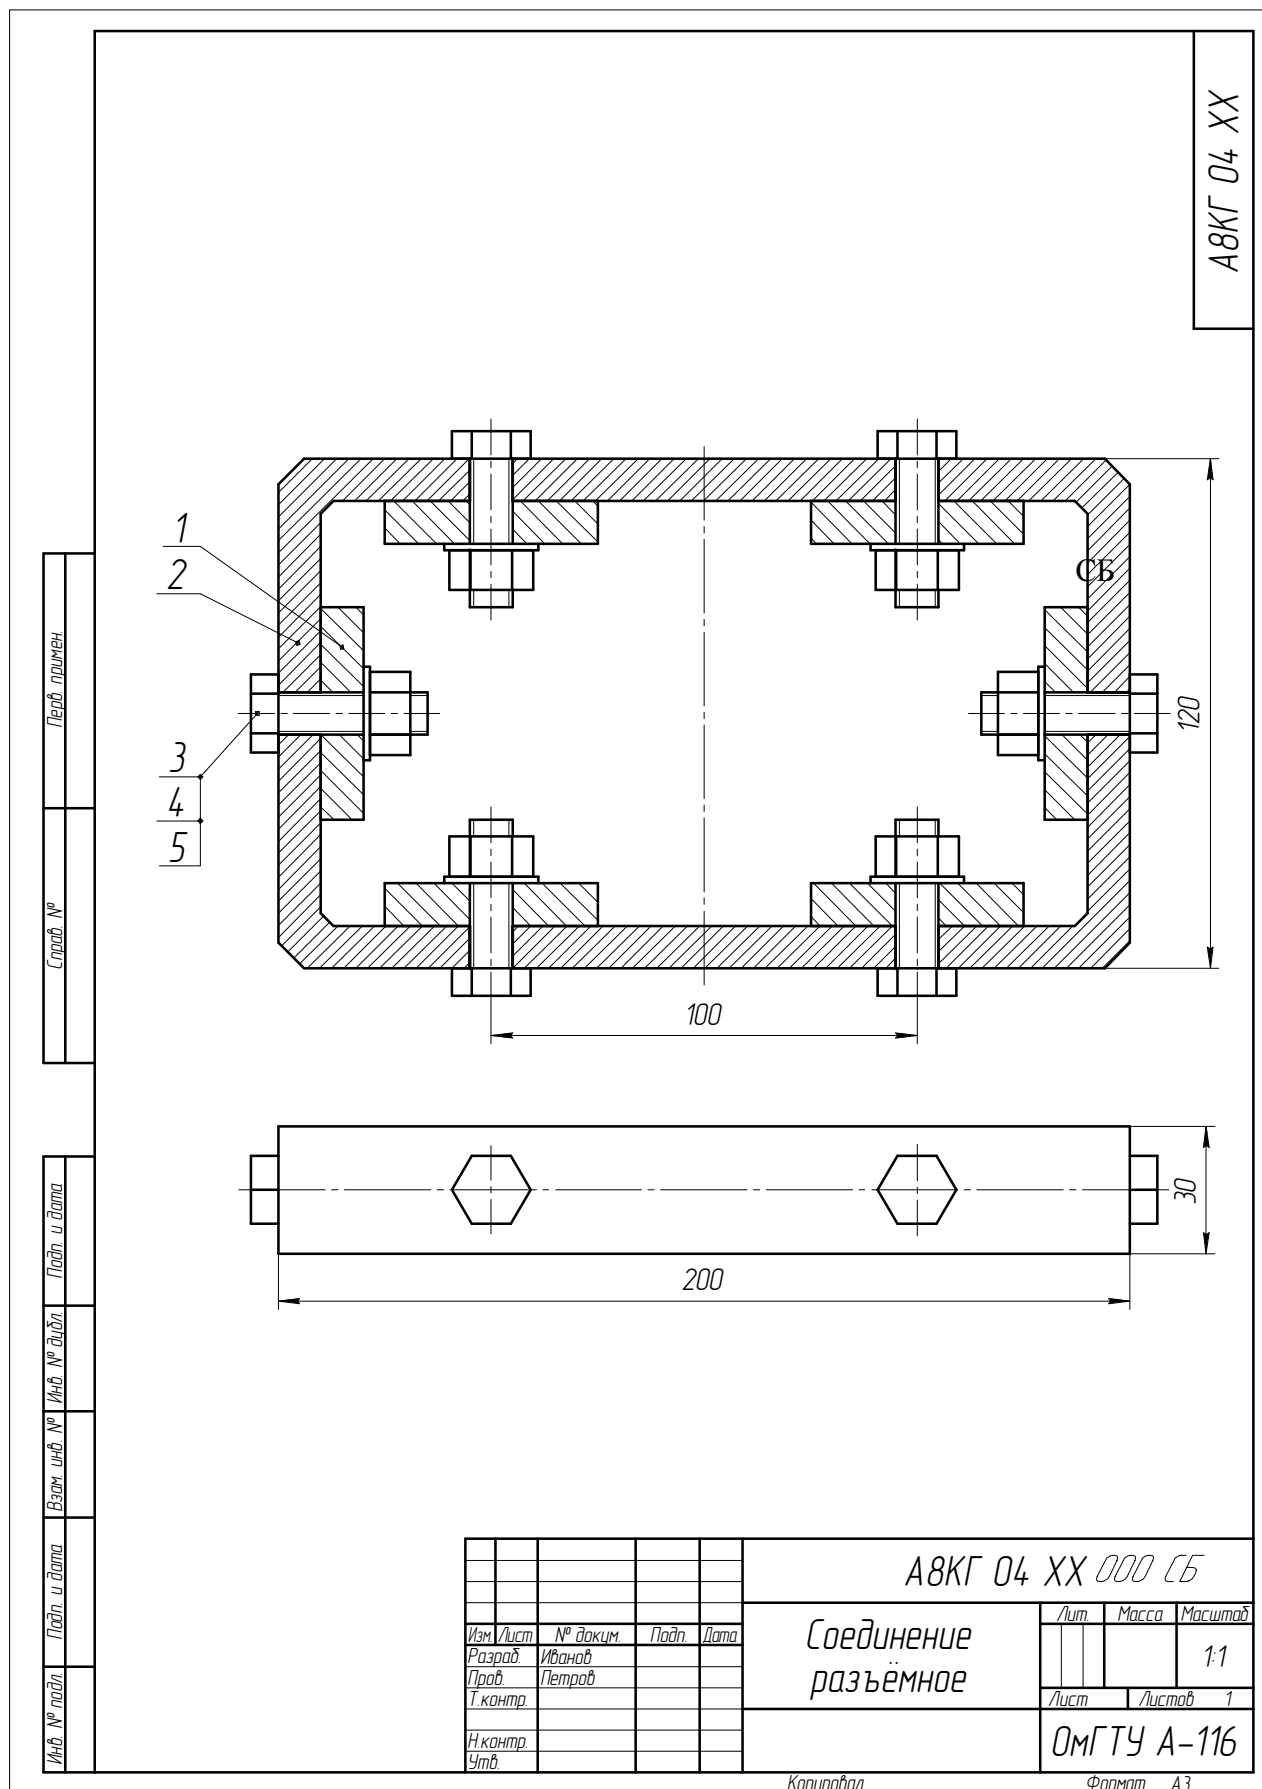

Рис. 4.13. Пример выполненной работы
9. Выполнить вид сверху (рис. 4.13). Вставить изображения болтового соединения на виде сверху, используя установки в окне **Болт Гайка Шайба** – кнопку **Вид сверху**;